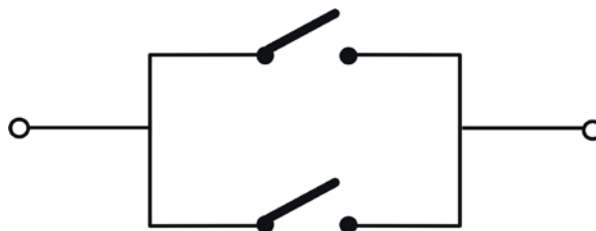

Fig. 14
- **Om meerdere impulsgevers voor totale opening te installeren** moeten de arbeidscontacten parallel worden aangesloten (fig. 14).
- **Om meerdere impulsgevers voor gedeeltelijke opening te installeren** moeten de arbeidscontacten parallel worden aangesloten (fig. 14).